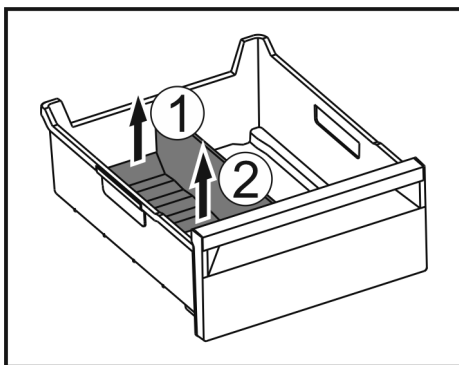

Fig. 146
- Podignite stražnji dio pregrade ladice za led. Fig. 146 (1)
- Izvadite pregradu ladice za led prema gore. Fig. 146 (2)